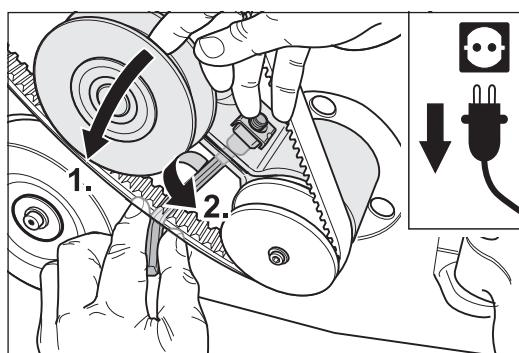

Abb. 66 Zum Spannen des Keilriemens für den Ventilator den Riemenspanner verdrehen (1.) und die Klemmschraube anziehen (2.).
- 7 Spannen Sie den Keilriemen für die Absaugung durch drehen des Riemenspanners (Abb. 66, 1.) und ziehen Sie die Klemmschraube sorgfältig an (Abb. 66, 2.).